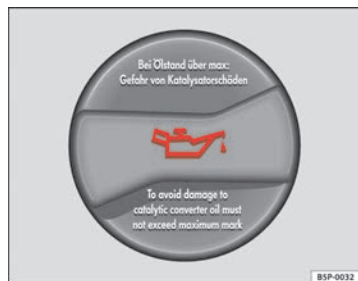

Fig. 118 Tapón de la boca de llenado de aceite del motor en el vano motor
- Desenrosque el tapón de la boca de llenado de aceite del motor ⇒ fig. 118.